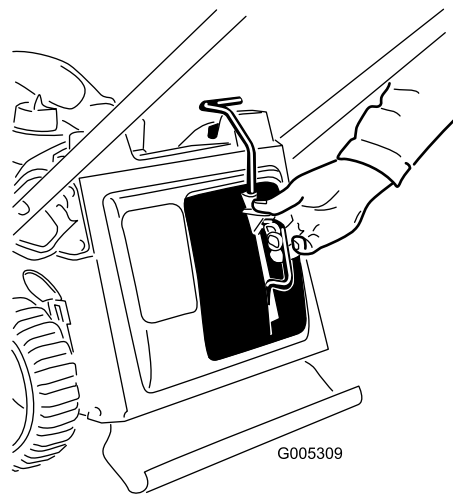

Figure 31
3. Insérez l'obturateur de mulching (Figure 31).